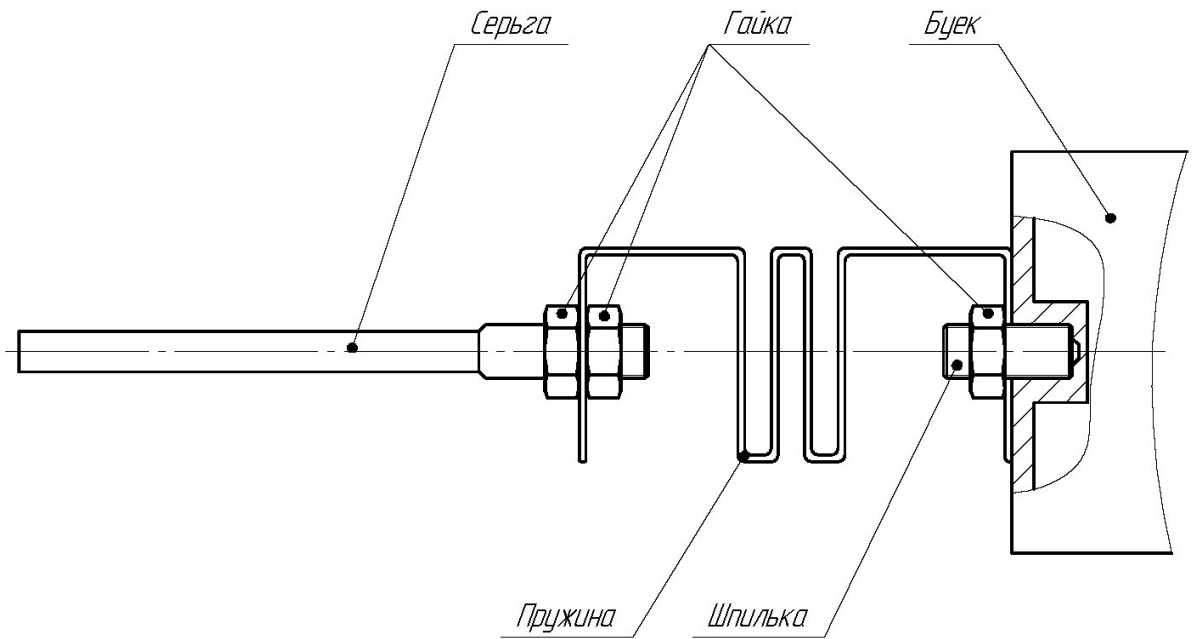

Рис. 2. Установка бойка с пружиной
- пружиной для вибрационной развязки буйка и подвеса буйка (см. рисунок 2);